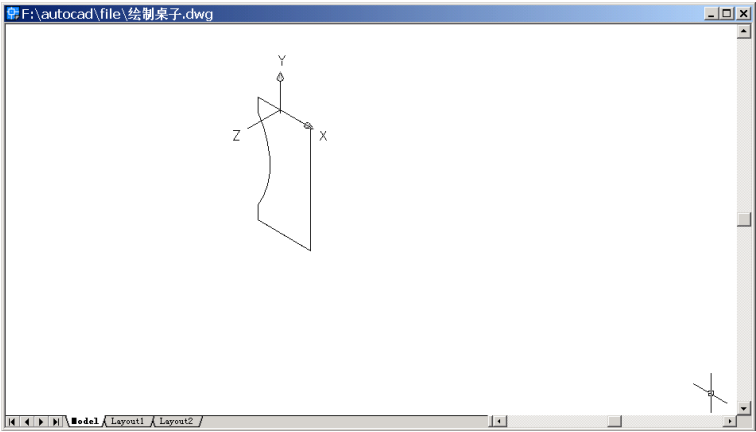

图 23.20 变换视图
(7) 将图层“实体 1”隐藏，并用 VIEW 命令变换视图为 Southeast Isometric (东南视图)，结果如图 23.20 所示。